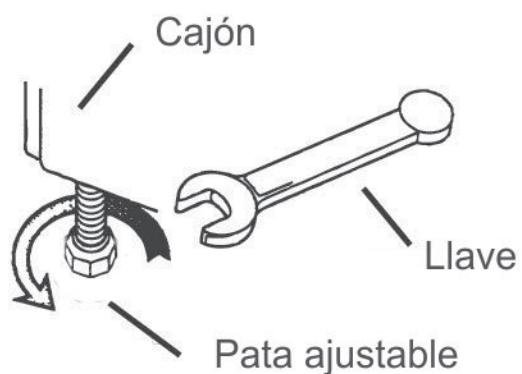

Figura 6: Cómo ajustar la altura de la estufa
- Para evitar rayar la superficie de trabajo, verifique y, de ser necesario, modifique la altura de la estufa ajustándole las patas (consulte la Figura 6: Cómo ajustar la altura de la estufa).